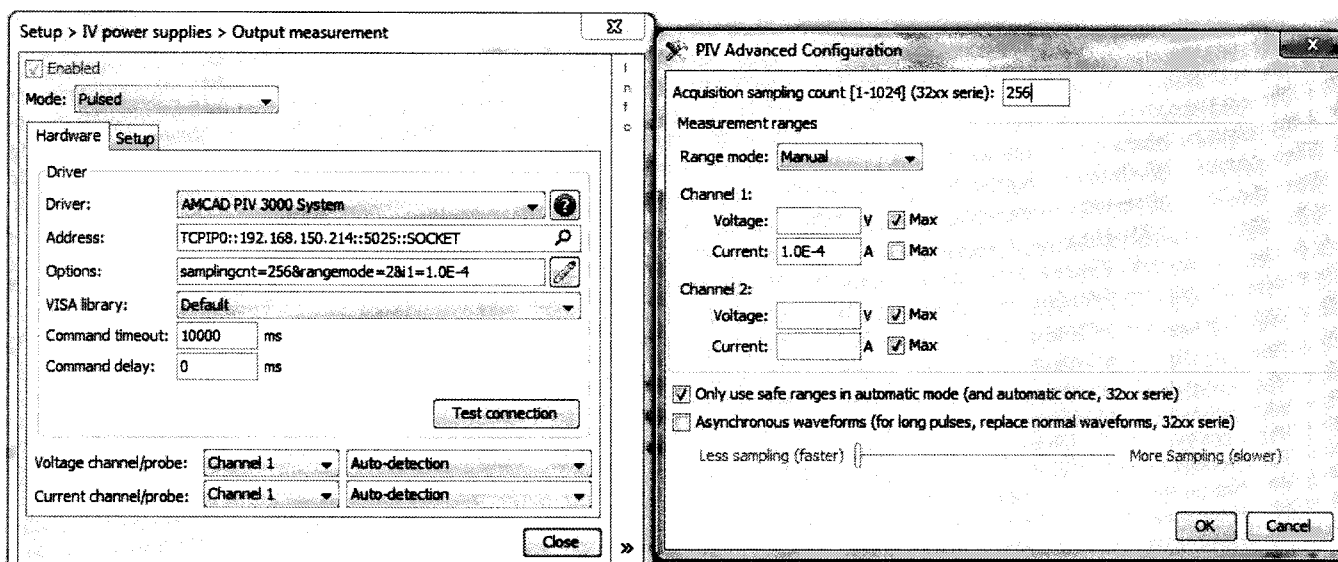

Рисунок 7.4.2 – Конфигурация для измерения силы тока до 100 мкА (1)
1) В окне **Setup>IV power supplies>Output measurement** открыть вкладку **PIV Advanced Configuration** путем нажатия на «карандаш» справа в строке **Options** (рисунок 7.4.2).